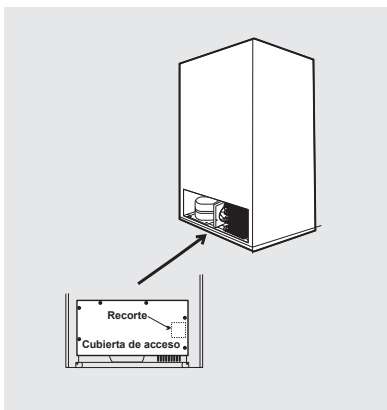

figura 2
6. Quite los tornillos que fijan la cubierta de acceso al gabinete (condensadores interiores solamente; vea la figura 2).